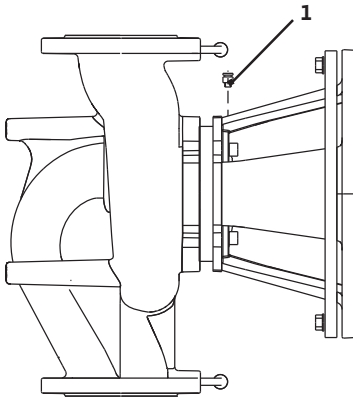

Fig. 43: 배기 밸브
- 배기 밸브(Fig. 43, 1번)를 풀어 펌프의 공기를 뺍니다. 공운전은 펌프의 미케니컬 씰을 손상시킵니다. 차압 센서에서는 공기빼기를 하지 말아야 합니다(파괴의 위험).